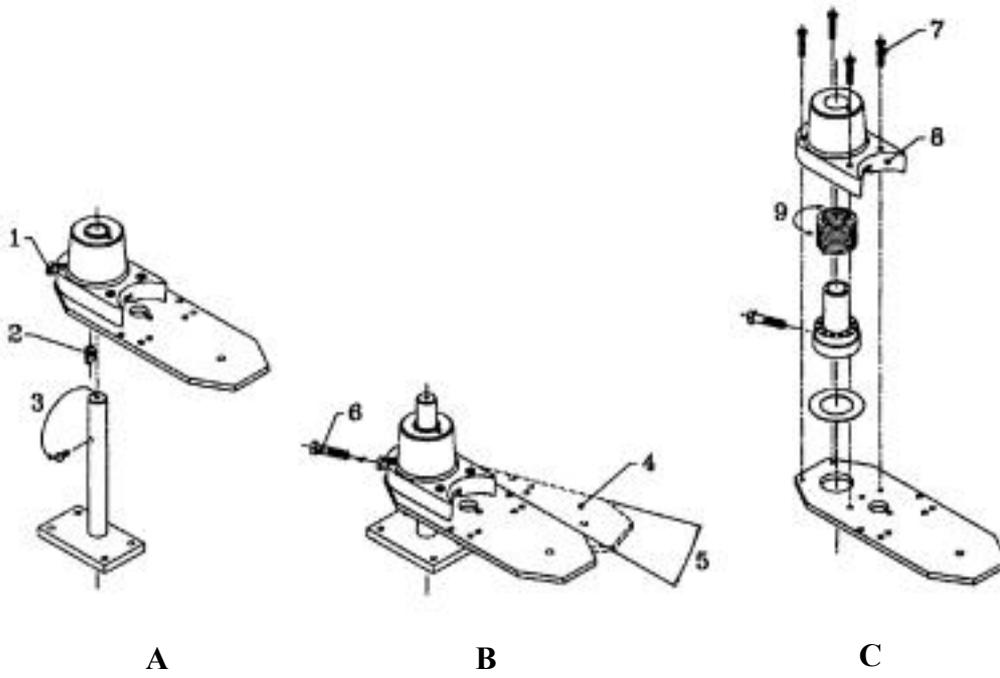

Bild 4: Einstellen der Torsionsfeder
(siehe Bild 4)
5. Spannen Sie die Torsionsfeder durch Drehen des Codierteils auf der Achse (Bild 4+5).
6. Halten Sie das Codierteil auf Spannung und entfernen Sie die Befestigungsschraube (6).
8. Lösen und entfernen Sie die vier Gehäuseschrauben (7).
9. Heben Sie die Gehäusekappe nach oben heraus (8).
10. Platzieren Sie die Torsionsfeder in der gewünschten Position (9).